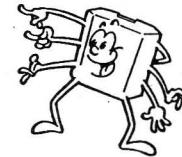

FIG. 18
- FIG. 18 - DIFERENÇAS ENTRE AS “FAMÍLIAS” DIGITAIS TTL E C.MOS - O diagrama mostra as principais diferenças funcionais (elétrica e eletronicamente falando - enfatizamos - já que nos aspectos lógicos têm que ser idênticas as funções...) entre os Integrados Digitais das “famílias” TTL e C.MOS... Vamos resumir tais aspectos: